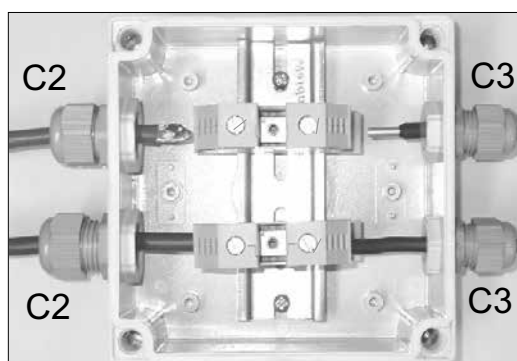

Abb. 4.6.b
Die Verbindungsbox ① ist die Trennstelle, wenn die Furlex Electric vom Boot genommen wird. Siehe Abb. 4.6.a. Üblicherweise wird die Verbindungsbox im Ankerkasten montiert. C3 wird gelöst. Wir empfehlen, die Verbindungsbox so nah wie möglich an der Decksdurchführung ② zu montieren, durch die die Kabel C3 (von der Furlex kommend, angeschlossen werden.